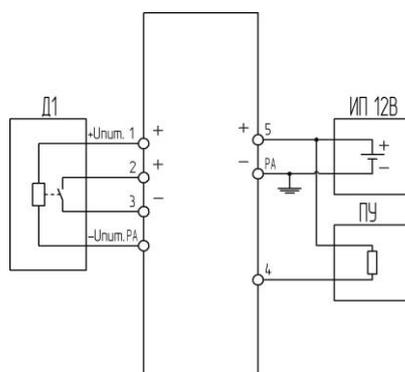

Рисунок 2 - Схема подключения активного датчика с выходом «сухой контакт»
- 4.2.2 На **Рисунок 2** (см. **п. 9 «Схемы подключения»**) приведена схема подключения активного дискретного датчика, который имеет на выходе «сухой контакт».